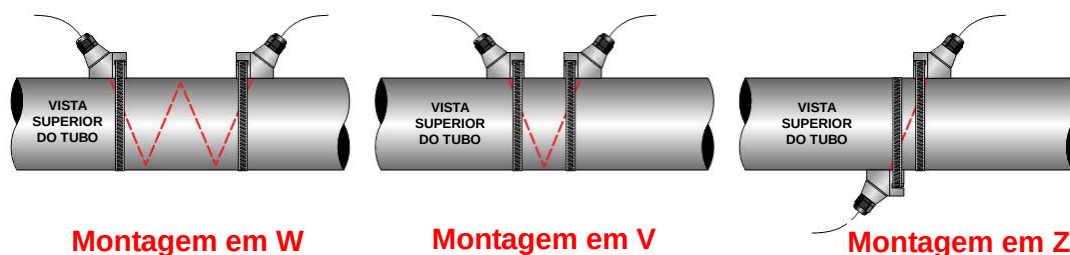

FIGURA Q.1 – CONFIGURAÇÕES DA MONTAGEM DO TRANSDUTOR
- 2) Se a aplicação exige transdutores do tipo FDT-47, FDT-48 ou FDT-47-HT, selecione um método de montagem dos transdutores tendo como base a dimensão do tubo e as características do líquido. Veja a **Tabela 2.2**. A **Figura Q.1** abaixo ilustra as configurações do transdutor.